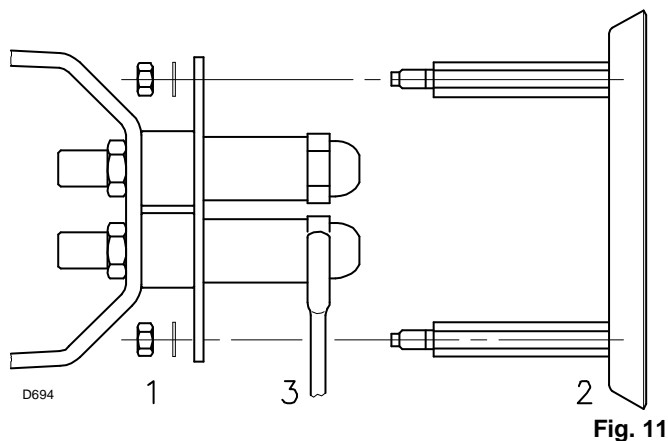

Fig. 11
- Tirar as porcas 1) (Fig. 11) e o disco 2)
- Substituir a boquilha com a chave 3) (Fig. 11).